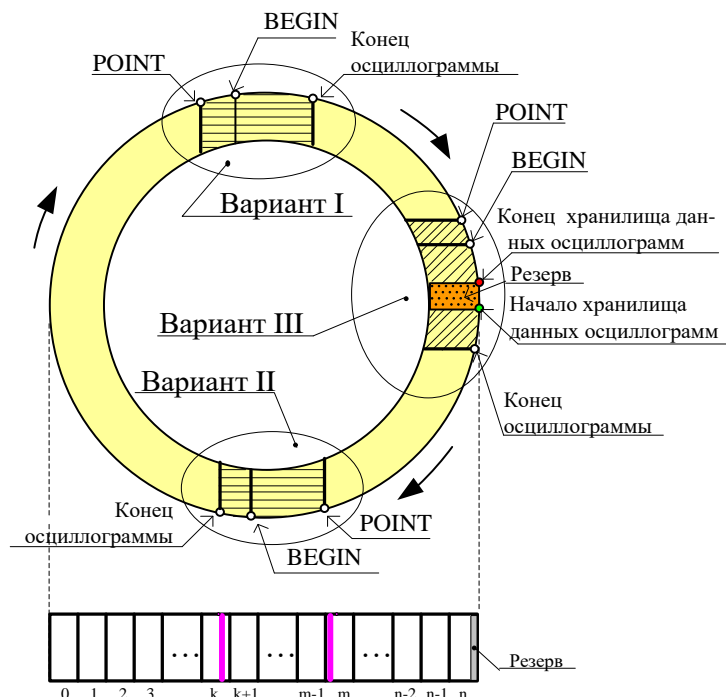

Рисунок 3.6
**Внимание!** Протокол связи «MP-СЕТЬ» обеспечивает считывание осциллограмм из массива данных в циклическом режиме (рисунок 3.6), при этом в зависимости от того, в какой сектор кольцевого цикла («Вариант I» или «Вариант II») попала искомая осциллограмма адрес аварии (BEGIN) может быть больше или меньше адреса начала блока текущей осциллограммы (POINT). При чтении осциллограммы область «Резерв» в массиве данных должна быть исключена.